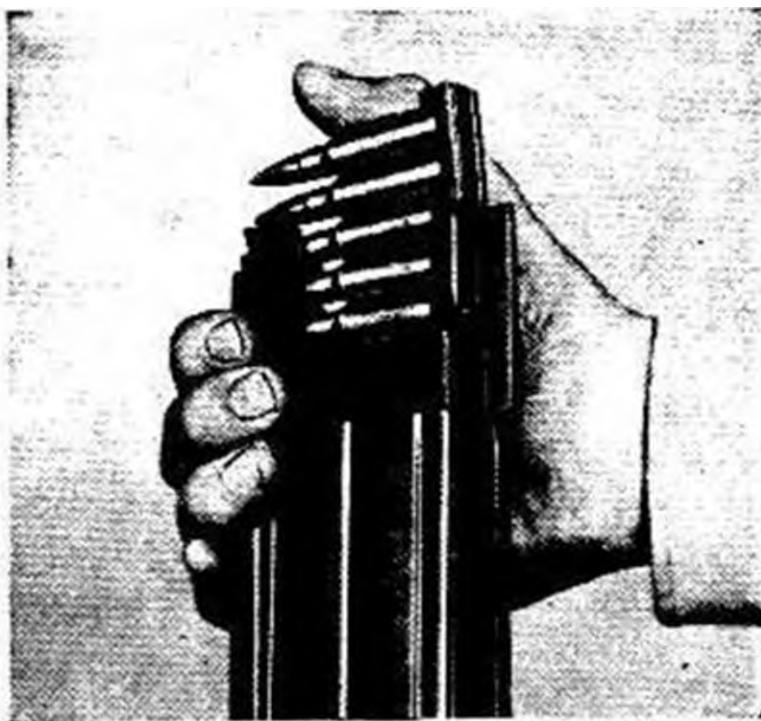

Рисунок. 5.3 – Наповнювач магазину
2) вставте завантажений затиск у задню напрямну наповнювача магазину (рисунок 5.3);